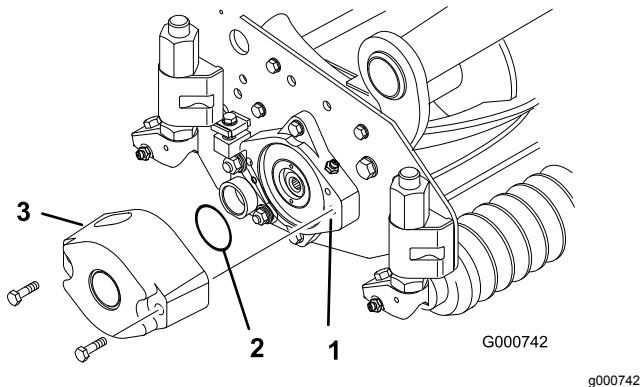
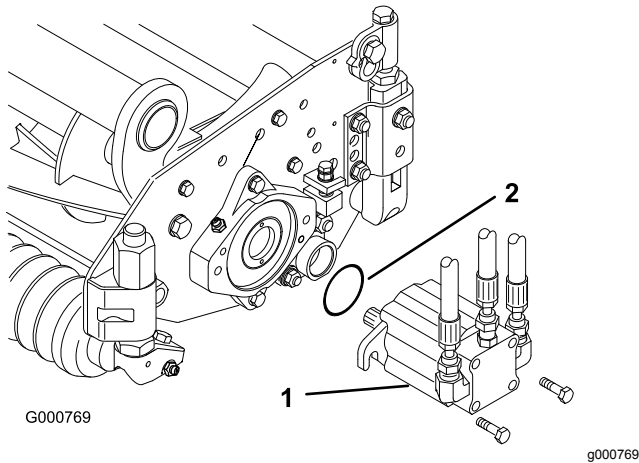

Bild 15
Bild 18
3. Schmieren Sie einen großen O-Ring ein und setzen Sie ihn in den Lagergehäuseschlitz an jedem Ende der Schneideinheit ein (**Bild 15** und **Bild 18**).
4. Montieren Sie ein Gegengewicht mit den mitgelieferten Kopfschrauben am entsprechenden Ende jeder Schneideinheit (**Bild 15**).
13. Montieren Sie den Motor am Antriebsende der Schneideinheit und befestigen Sie ihn mit den zwei Kopfschrauben (Bild 18).